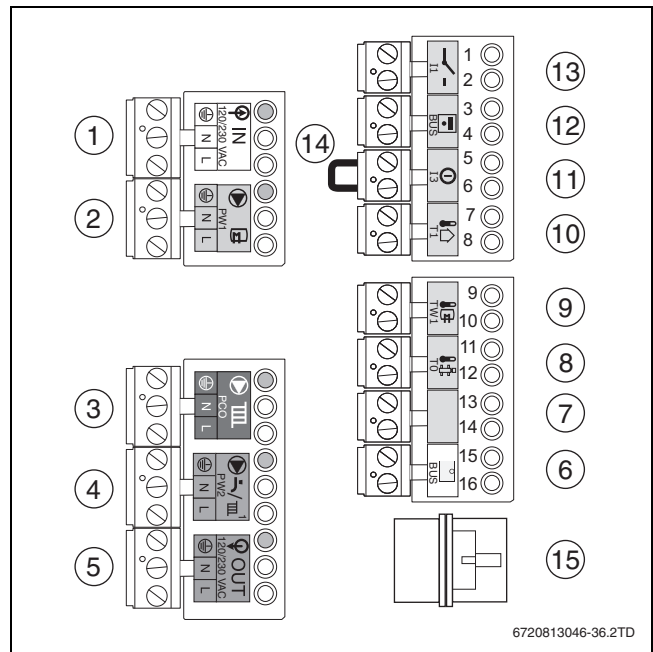

Bild 24 Klemmleisten
- ▶ Ein-/Aus-Raumtemperaturregler auf Anschlussklemme (→ Bild 24, [13]) anschließen (Zubehör).
- ▶ Regler auf Anschlussklemme (→ Bild 24, [6]) anschließen. Hierzu ein 2-adriges Stromkabel von 0,4 bis 0,75 mm² verwenden.
- ▶ Brücke (→ Bild 24, [14]) auf Anschlussklemme ① entfernen.
- ▶ Außentemperaturfühler auf Anschlussklemme T1 (→ Bild 24, [10]) anschließen.
- ▶ Speichertemperaturfühler auf Anschlussklemme TW1 (→ Bild 24, [9]) anschließen.
- ▶ Heizungspumpe auf Anschlussklemme PCO (→ Bild 24, [3]) anschließen.
- ▶ Zirkulationspumpe auf Anschlussklemme PW2 (→ Bild 24, [4]) anschließen.
- ▶ Speicherladepumpe/externes 3-Wege-Ventil (230 V) auf Anschlussklemme PW1 (→ Bild 24, [2]) anschließen.
- ▶ Externes 3-Wege-Ventil an der Anschlussklemme PW1 (→ Bild 24, [2]) anschließen.